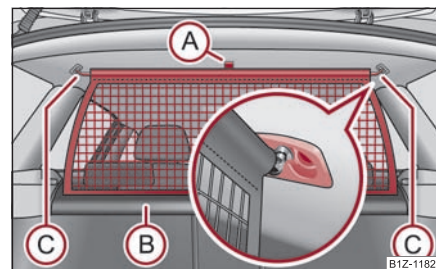

Fig. 105 Desenrollar la red divisoria
- Tirar de la red de separación por la lengüeta (A) y sacarla de la caja (B) en dirección de las fijaciones (C) ⇒ fig. 105. ▶
- Monte la barra transversal en uno de los alojamientos (C) y presione la barra transversal hacia delante.
- Sujete de igual modo la barra transversal en el otro lado del vehículo, alojamiento (C).
- Tire de la barra transversal un poco hacia atrás, primero en un lado y seguidamente en el otro lado, y saque la barra transversal de los alojamientos (C) ⇒ página 93, fig. 105.
- **Mantenga** la barra transversal de tal modo, que la red divisoria pueda enrollarse lentamente y sin daños en la caja (B).